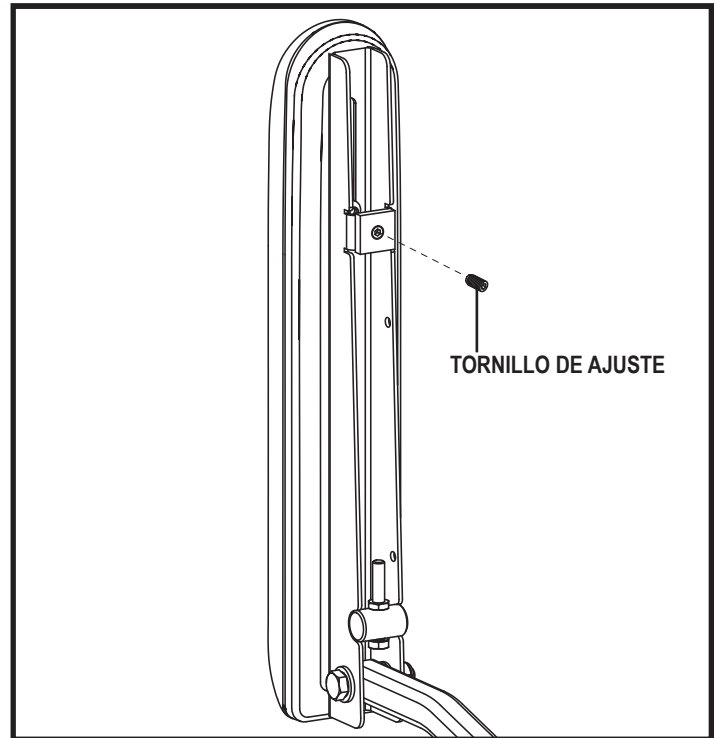

Figura 14. Parte inferior del reposabrazos
2. Afloje el tornillo a presión del soporte del regulador. **Ver figura 14.**
5. Afloje el tornillo a presión de la parte inf. interna de cada reposabrazos. **Ver figura 14.**